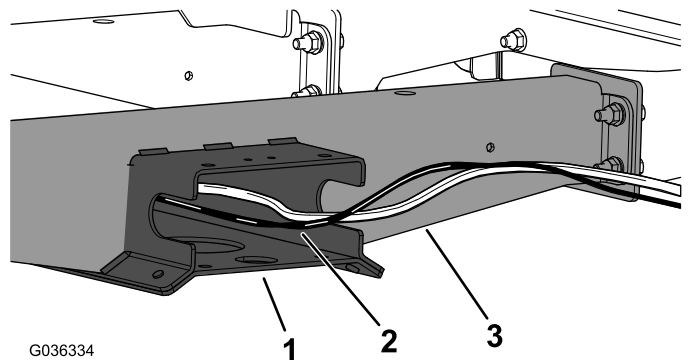

図 10
2. キットのワイヤハーネスを、フロアチャンネルプレートに沿ってフレームチャンネルの開口部に通す 図 10。